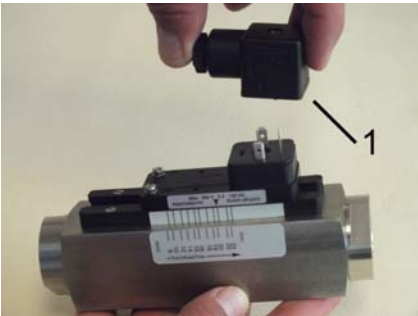

Abb. 20: Steckerdose abziehen
2. ➔ Steckerdose (Abb. 20/1) abziehen